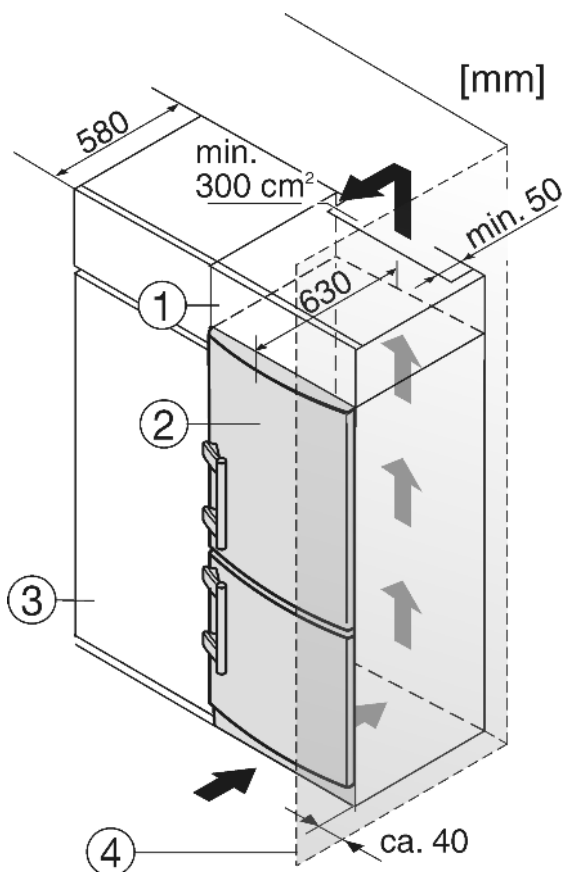

Fig. 5
- (1) Opbouwkast
- (2) Apparaat
- (3) Keukenkast
- (4) Wand
Het apparaat Fig. 5 (2) kan worden ingebouwd in de keuken. Om het apparaat aan de hoogte van het keukenblok aan te passen, kunt u er een passende opbouwkast Fig. 5 (1) op plaatsen.
Bij ombouw met keukenkasten (max. diepte 580 mm) kan het apparaat direct naast de keukenkast Fig. 5 (3) worden opgesteld. De apparaatdeur steekt opzij 34 mm en in het midden van het apparaat 50 mm uit ten opzichte van het keukenkastfront. Hierdoor is de deur zonder problemen te openen en sluiten.
Plaast u het apparaat met de scharnierkant naast een muur Fig. 5 (4), dan moet de afstand tussen apparaat en muur minstens 40 mm bedragen. Dit in verband met het uitsteken van de deurgreep bij een geopende deur.